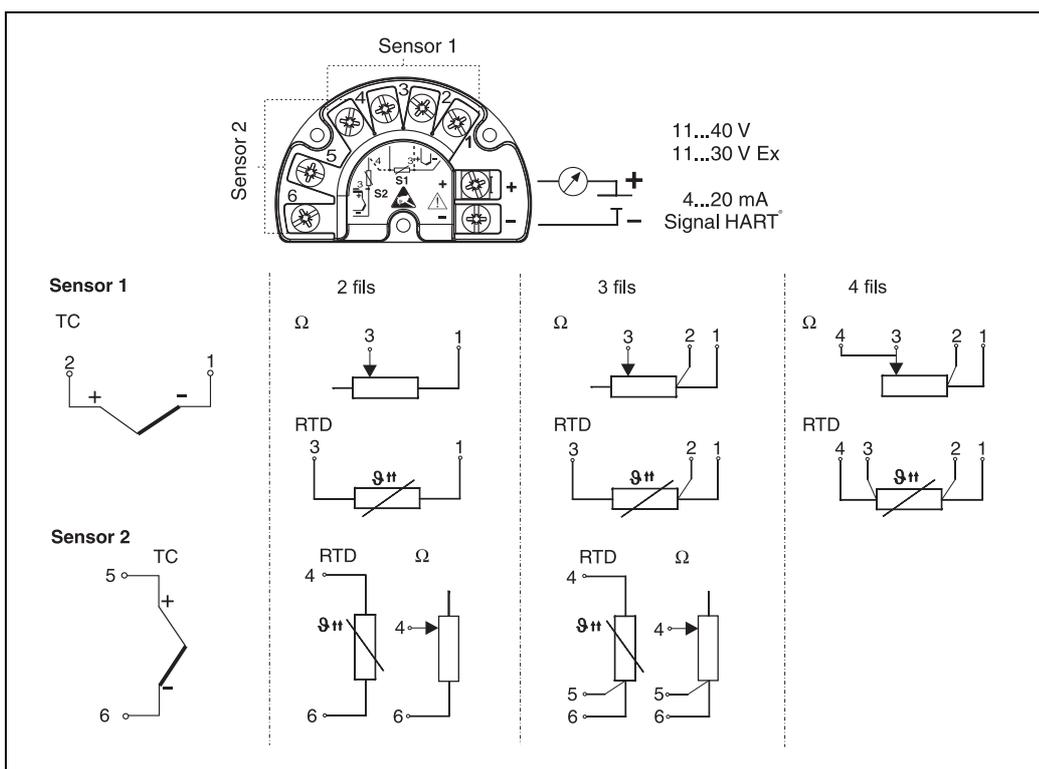

Fig. 5: Câblage du transmetteur de terrain
3. Raccorder les câbles selon → Abb. 5.
L'occupation des bornes pour le raccordement du capteur se trouve à la → Abb. 5.
L'occupation des bornes est-elle correcte ? Comparer le schéma de raccordement du bornier ou → Abb. 5.	Voir schéma de raccordement sur le boîtier